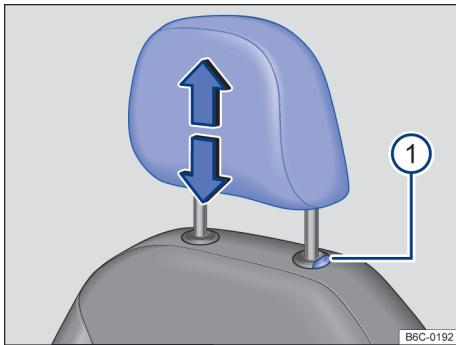

Fig. 68 Apoio para cabeça dianteiro: ajustar.
→ Fig. 68 ① pressionado →  em *Introdução ao tema* na página 84.